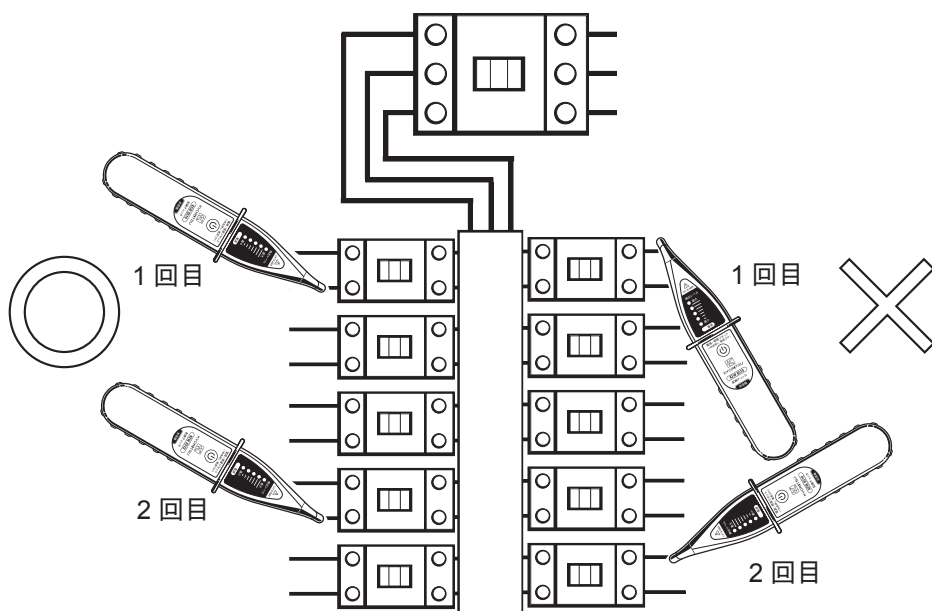

図 7-6
- 2回目の探查時はブレーカーに対して受信機を1回目と同じ角度と距離で接触させる必要があります。受信機を接触させる角度と距離を変えてしまうと正しい探查が行えませんのでご注意ください。(図7-6)